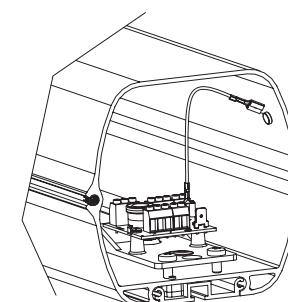
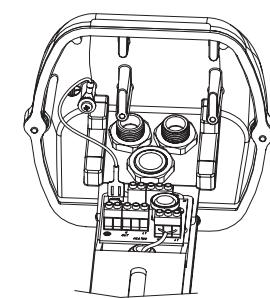

Fig. 7
Fig. 8
- Nel caso di riscaldamento in 115/230VAC collegare il primo cablaggio massa dal faston del circuito d'appoggio al faston del corpo custodia (Fig. 7), e il secondo cablaggio massa dal faston rimasto libero nel circuito d'appoggio al pozzetto del fondo posteriore tramite la rondella e la vite (Fig. 8).
- En cas de chauffage à 115/230VAC, connecter le premier câblage masse de la Faston du circuit de support à la Faston du corps du caisson (Fig. 7), et le second câblage masse de la Faston restée libre sur le circuit de support à l'orifice du fond postérieur au moyen de la rondelle et de la vis (Fig. 8).
- For heating with 115/230VAC connect the first earth cable from the support circuit faston to the housing faston (Fig. 7), and the second earth cabling from the free faston in the support circuit to the trap in the rear housing, using the washer and screw (Fig. 8).